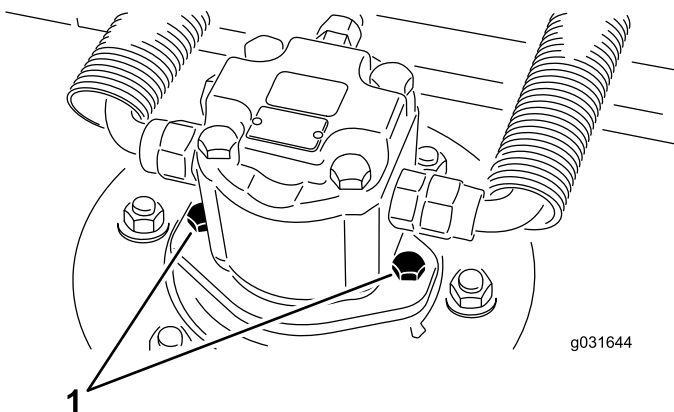

Bild 68
2. Entfernen Sie die Befestigungsschrauben des Hydraulikmotors, klemmen den Hydraulikmotor vom Mähwerk ab und entfernen ihn (Bild 68).
4. Bringen Sie mithilfe der Befestigungsschrauben des Hydraulikmotors den Hydraulikmotor am Mähwerk an (Bild 68).